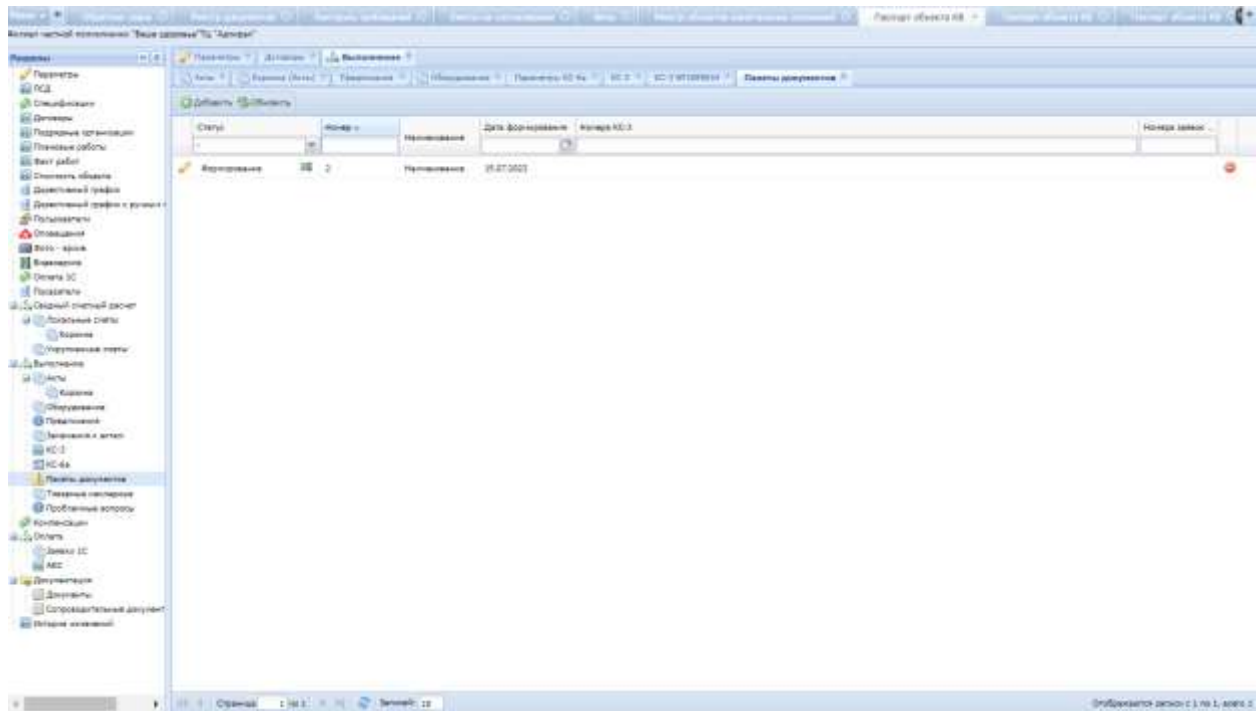

Рис. 168. Реестр пакетов документов объекта
- 2) Произойдет открытие реестра пакета документов объекта, реестр имеет следующий вид (**Рис. 168**):